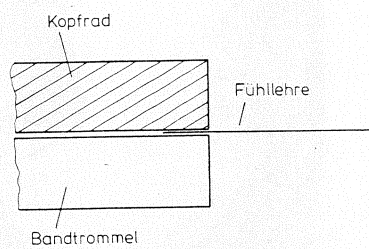

Abb. 7
Mit der Fühllehre ⑥ an den drei Punkten zwischen Bandtrommel und Videokopfrad das Kopfradspiel messen (Abb. 7) und, falls erforderlich, einstellen (Abb. 8).